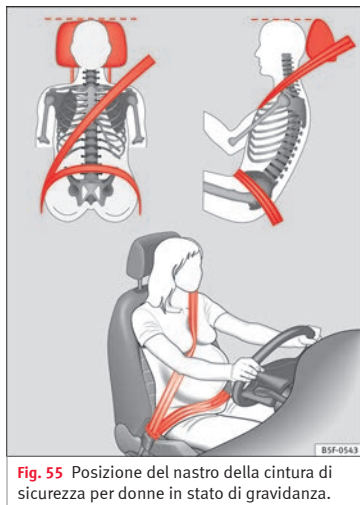

Fig. 55 Posizione del nastro della cintura di sicurezza per donne in stato di gravidanza.
• Il tratto superiore del nastro deve passare al centro della spalla, non sul collo! La cintura di sicurezza deve aderire bene alla parte superiore del corpo » **fig. 55.**
• Il tratto addominale del nastro deve passare sul bacino e non sull'addome. La cintura di sicurezza deve aderire bene al bacino » **fig. 55.** Se necessario si deve tendere un po' la cintura tirandola con la mano.